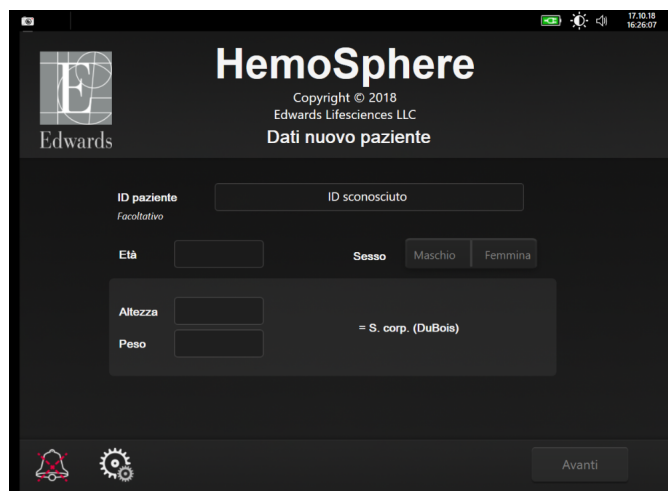

Figura 6-2 Schermata Dati nuovo paziente
- 4 Appare la schermata **Dati nuovo paziente**. Vedere la figura 6-2.